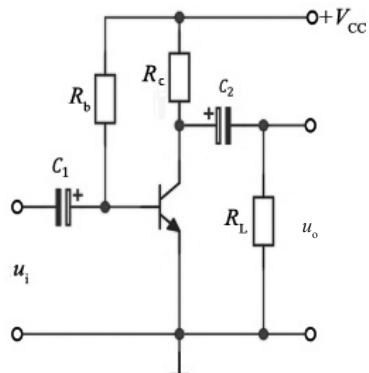

图 2-31 题 5 图
- (1) 放大电路的静态工作点 I_{BQ} 、 I_{CQ} 、 U_{CEQ} ；
(2) 接有负载 $R_L=10\text{ k}\Omega$ 时的电压放大倍数 A_u 及不接负载时的电压放大倍数 A'_u ；
(3) 放大器的输入电阻 R_i 和输出电阻 R_o 。
5. 图 2-31 电路中, 已知 $V_{CC}=10\text{ V}$, $\beta=50$ 。若要求 $I_{CQ}=2\text{ mA}$ 、 $U_{CEQ}=5\text{ V}$, 请完成以下题目。